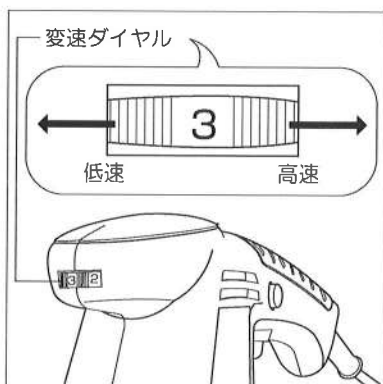

図8
■変速ダイヤルの操作(図8参照)
- 変速ダイヤルは、①～⑥までの6段階でスピードを調節することができます。
- ダイヤル番号①が低速で⑥が高速になります。